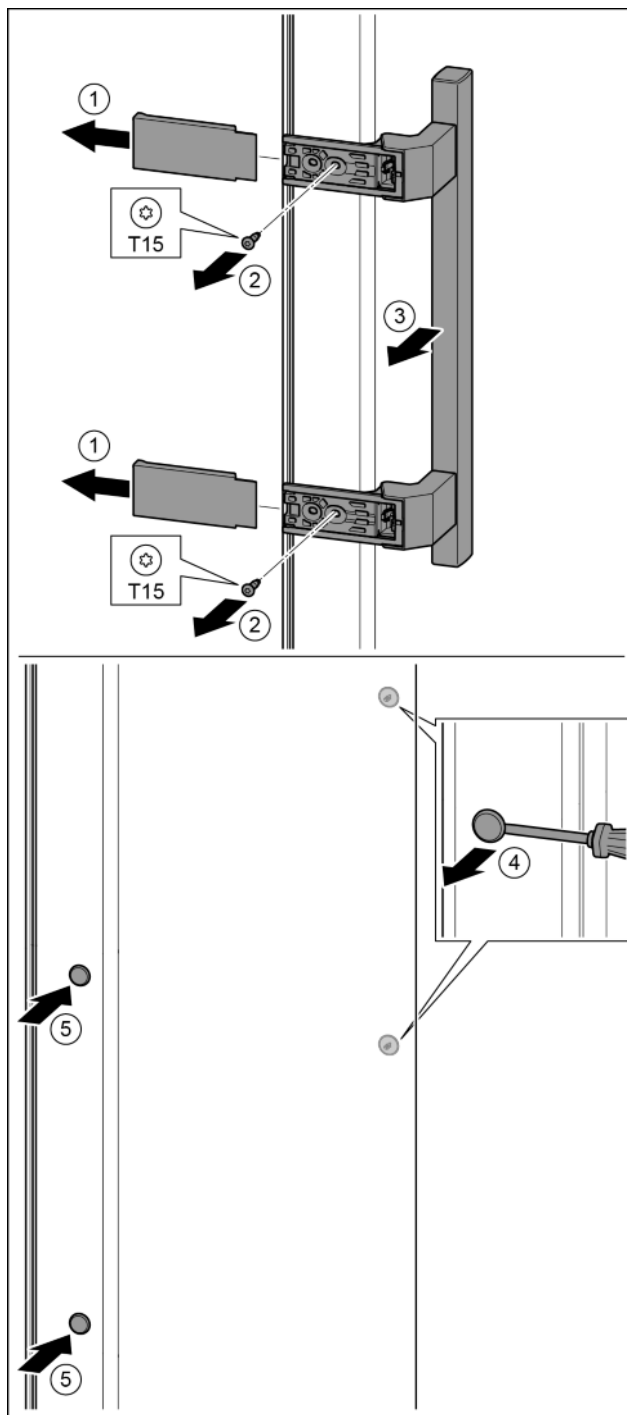

Fig. 36
- ▶ Зніміть кришку. Fig. 36 (1)
- ▶ Викрутіть гвинти за допомогою викрутки T15. Fig. 36 (2)
- ▶ Зніміть ручку. Fig. 36 (3)
- ▶ За допомогою шліцевої викрутки обережно підійміть бокову пробку та витягніть її. Fig. 36 (4)
- ▶ Знову вставте пробку з іншого боку. Fig. 36 (5)